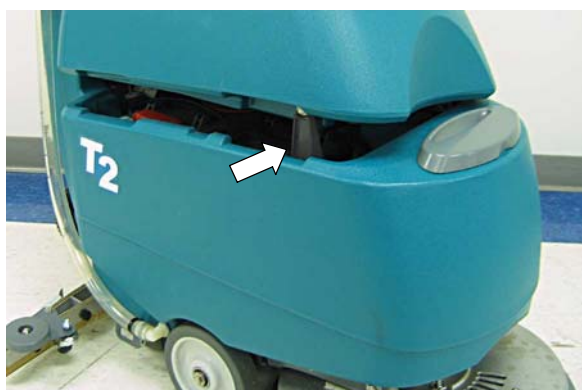

図 31
4. 汚水回収タンクを下支えし、通気をよくしてください(図 31)。